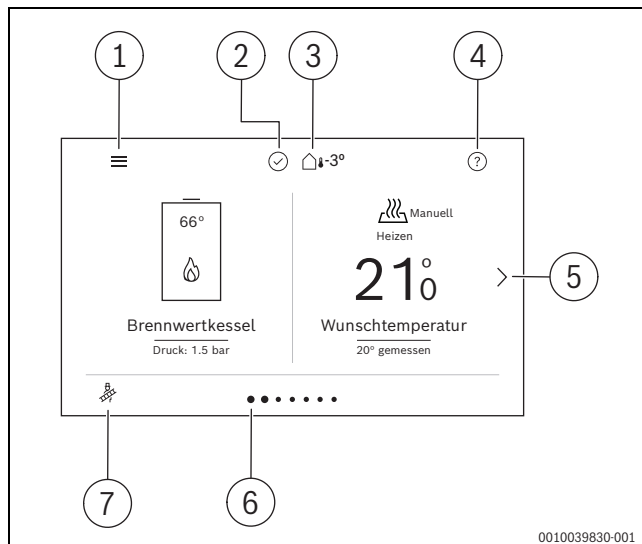

Bild 36 Bedienfeld
- Symbol  (allgemeine Einstellungen) im Bedienfeld (→ Bild 36) mindestens 5 Sekunden gedrückt halten.